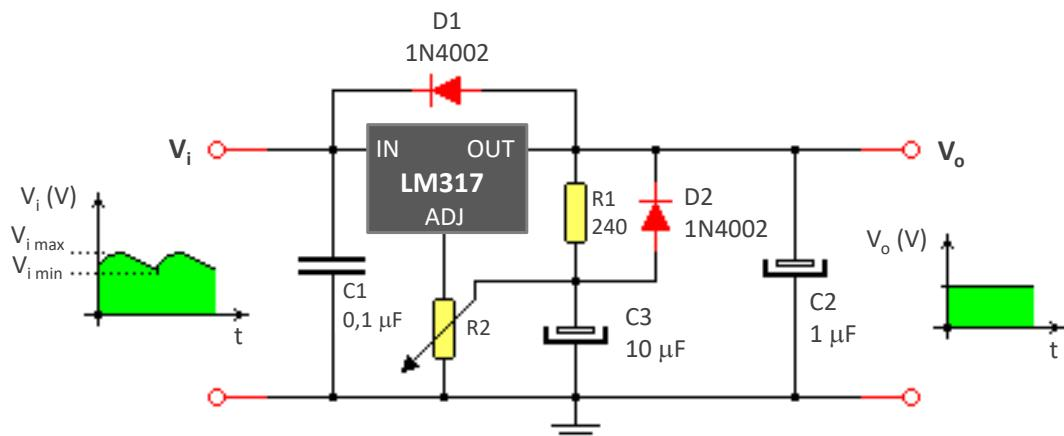

Figura 2.117 – Regulador de tensão com proteção contra curto-circuito.
**III Exemplo 60** – Seja o circuito de fonte de alimentação regulada com LM317 – Figura 2.117. Em  $R_1$  é desenvolvida uma tensão de referência  $V_{ref}$  no valor de 1,25V. O fabricante indica para  $R_1$  um valor de 240 ohms (mas outros valores podem ser usados). O resistor  $R_2$  é calculado de forma a satisfazer a tensão desejada na saída do circuito – equação (2.50).